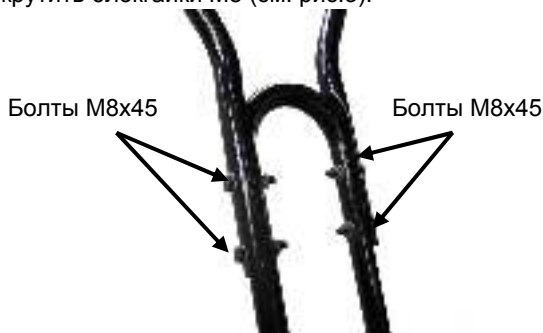

Рис. 3.
- Нижняя часть (см. рис.3, поз.3);
5. Совместить отверстия в левой верхней части рукоятки управления с отверстиями в нижней части. На два болта М8х45 установить шайбы, а затем установить болты в отверстия. С другой стороны установить на болты шайбы и закрутить блокгайки М8 (см. рис.3).